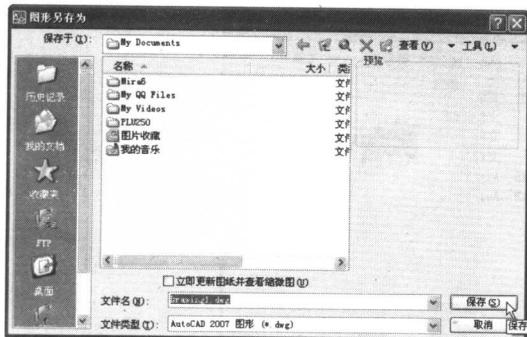

图 1-5 【图形另存为】对话框
- ① 选择【文件】→【保存】命令或在命令行中直接执行 SAVE（大小写均可）命令，打开【图形另存为】对话框，如图 1-5 所示。
- ② 在该对话框中为图形文件命名并选择所要保存的类型和路径之后，单击【保存】按钮，即可将当前的图形文件以新名称保存起来。